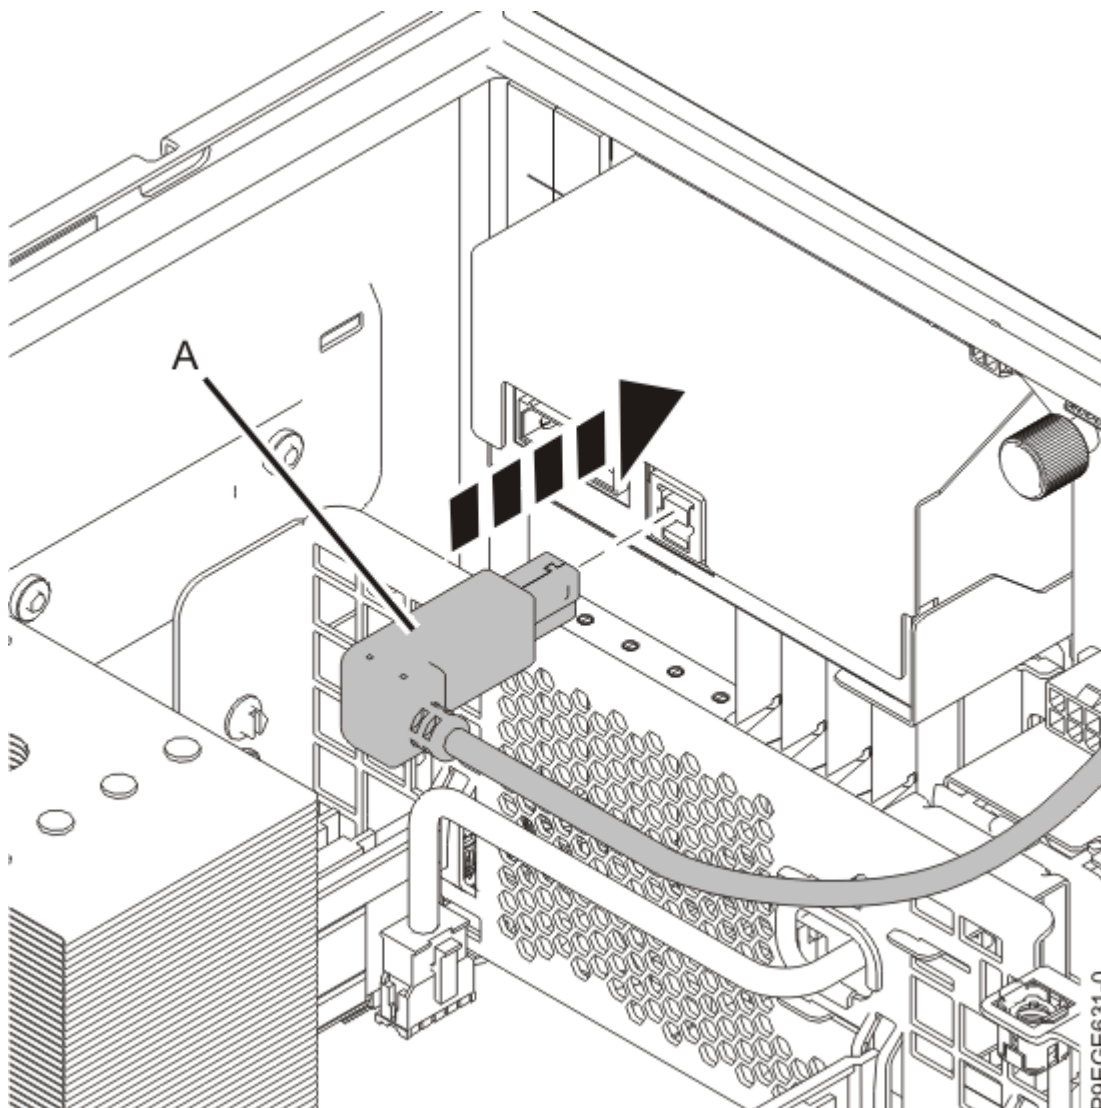

Figura 31. Com tornar a connectar el cable USB RDX
- e) Si el servidor té una estació d'acoblament RDX, connecteu el cable USB **(A)** a la part posterior de l'estació d'acoblament RDX, tal com es mostra a la Figura 31 a la pàgina 33.